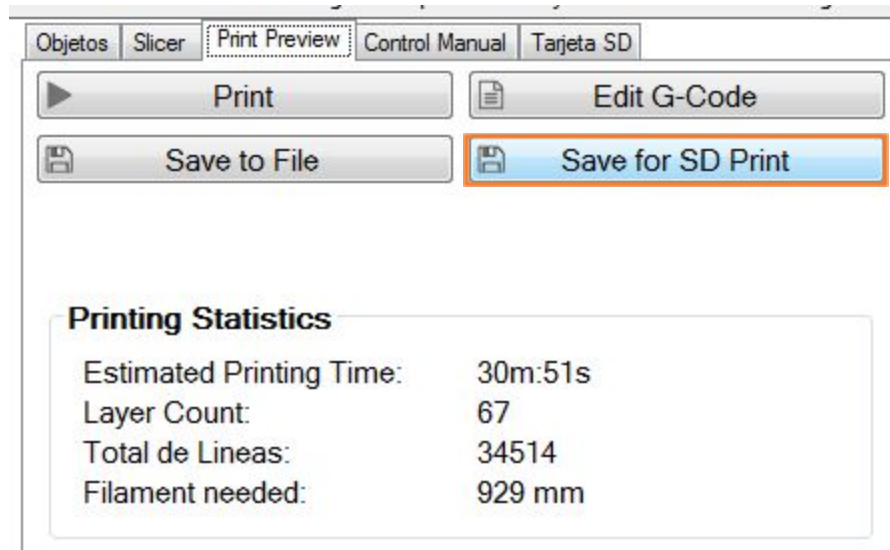

Figura 37. Botón Save for SD Print.
2. Inserte la memoria SD al computador y cuando ejecute el paso 4 de la sección anterior, dé click en el botón “**Save for SD Print**”, que se encuentra en la pestaña de “**Print Preview**”. (Ver figura 37 recuadro naranja)